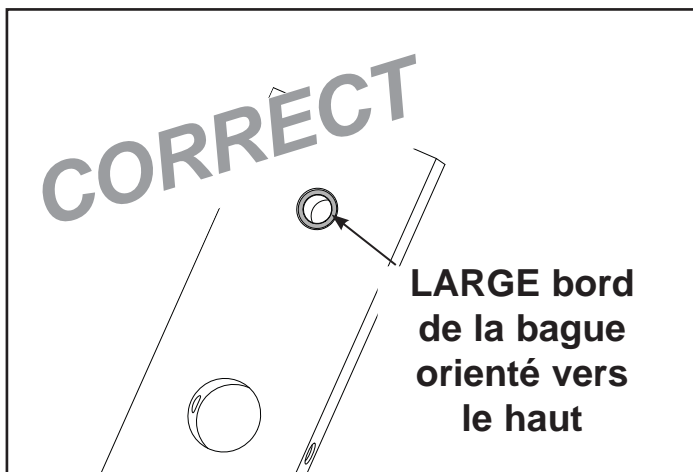

Figure 4A
- B. Alignez avec précaution les plaques de poids (retirées à l'étape 7L) sur les tiges guides et abaissez lentement chaque plaque. **REMARQUE** : Installez les plaques de poids dans l'ordre inverse de leur retrait effectué à l'étape 7L. **REMARQUE** : Lorsque vous installez les plaques de poids, positionnez-les de sorte que les larges bords des bagues soient orientés vers le haut et les bords étroits des bagues soient orientés vers le bas. Reportez-vous aux figures 4A et 4B.